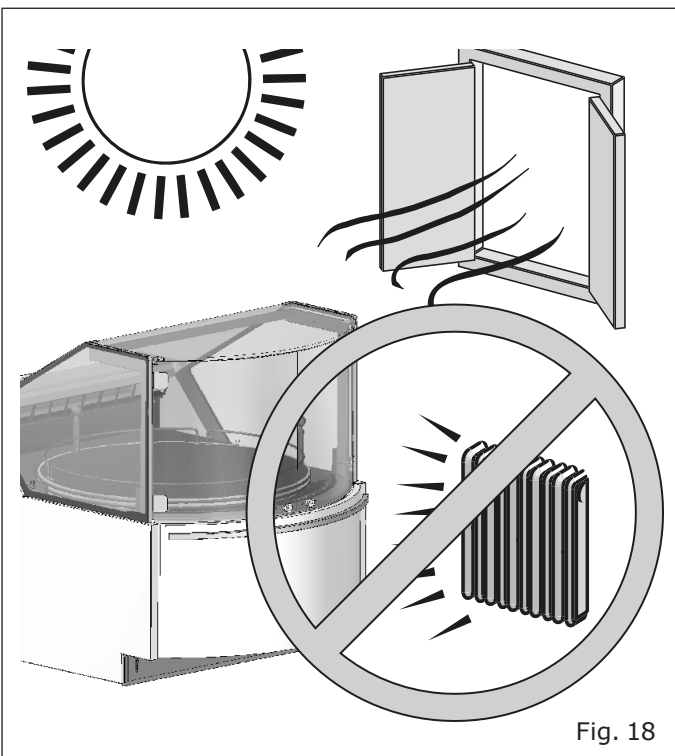

Fig. 18
- Lejos de fuentes de calor, luz solar directa, puertas, ventanas, ventiladores y rejillas de ventilación ("Fig. 18").